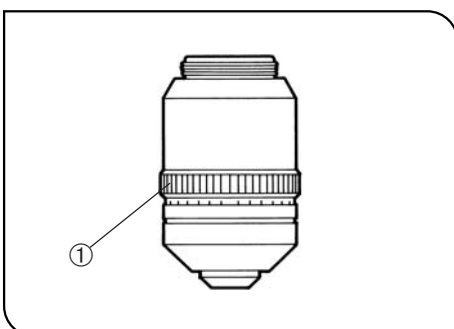

Abb. 37
- Bei bekannter Deckglashöhe den Korrekturring ① auf diesen Wert einstellen. (Abb. 37)
- Bei unbekannter Deckglashöhe abwechselnd den Korrekturring ① und den Fokustrieb verstellen, bis die Position mit der besten Auflösung erreicht ist.